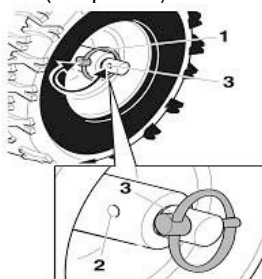

Рис. 10.
Для облегчения управления снегоуборщиком при умеренном количестве снега, а также при работе на неровной поверхности, колеса снегоуборщика можно разблокировать. Для этого необходимо (см. рис.10):
1. Переставить фиксирующий шплинт колес (рис.10 п.1), который жестко крепит колесо на оси, во внешнее отверстие (рис.10 п.3) оси привода.
- Вставить фиксирующий шплинт колеса (рис.10 п.1) в отверстие (рис.10 п. 2).